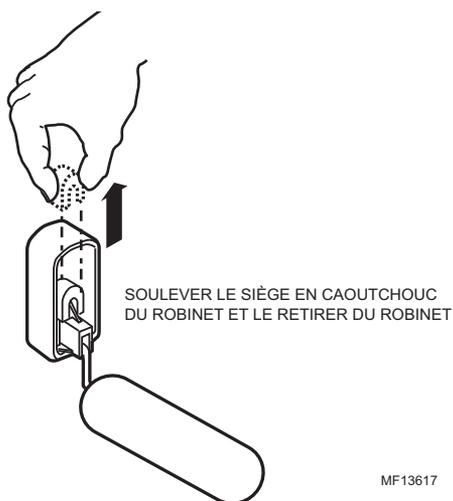

Fig. 2. Ensemble flotteur du robinet.
5. Prendre le siège en caoutchouc du robinet entre le pouce et l'index et le soulever pour l'enlever. Le siège de robinet est monté à l'intérieur de l'humidificateur, à l'ouverture du robinet. Voir la figure 2.